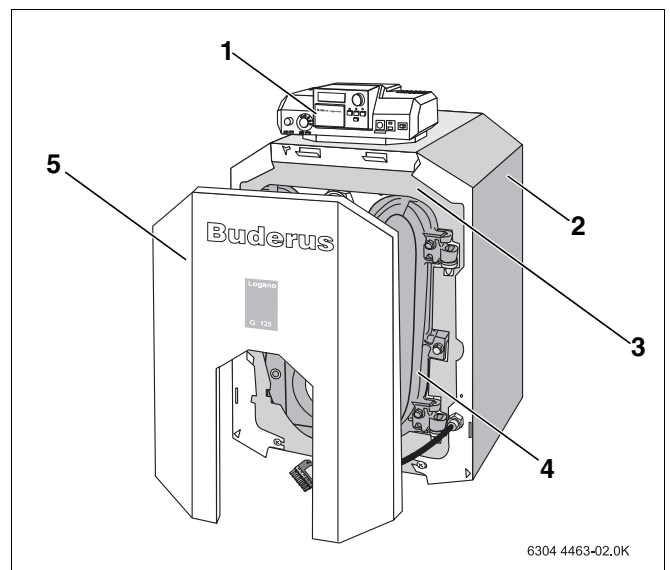

fig. 2 Caldeira de aquecimento sem queimador
2. Caldeira de aquecimento sem queimador (→ fig. 2)